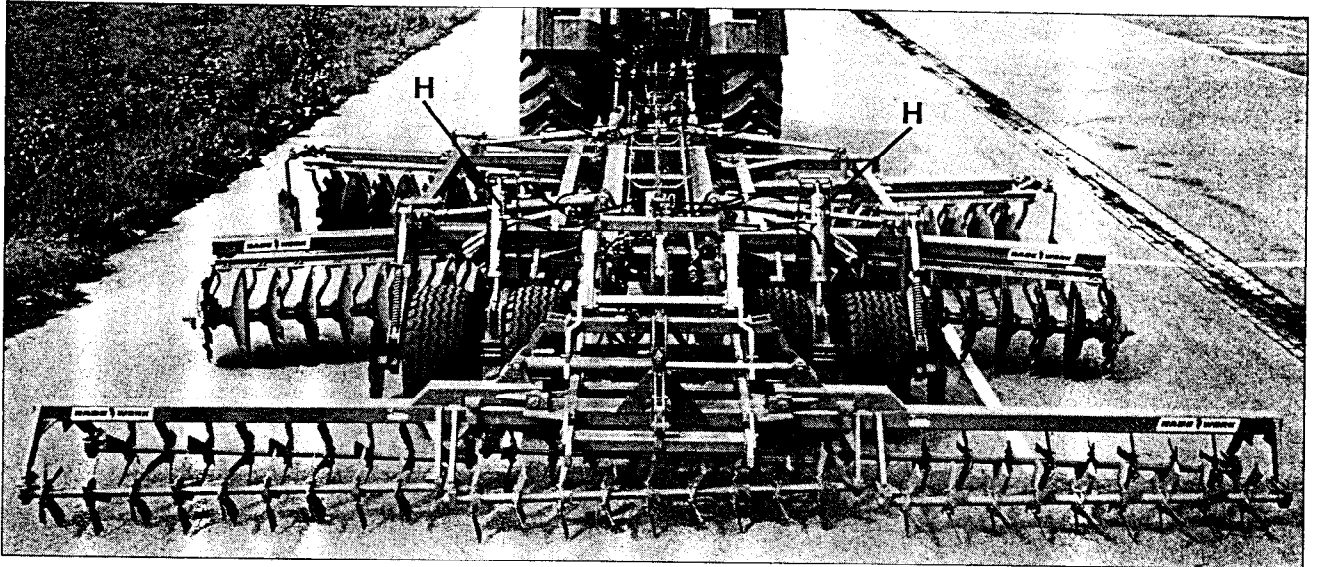
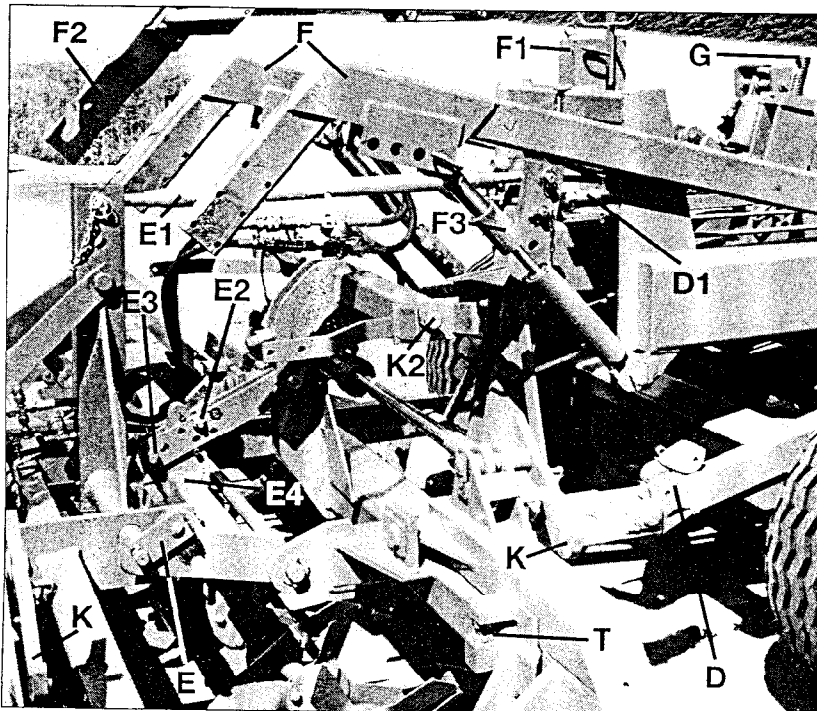
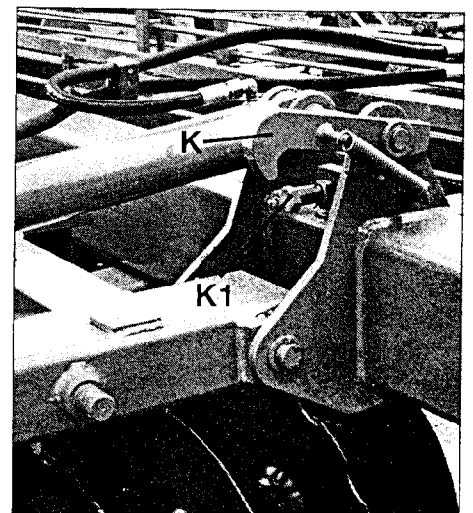
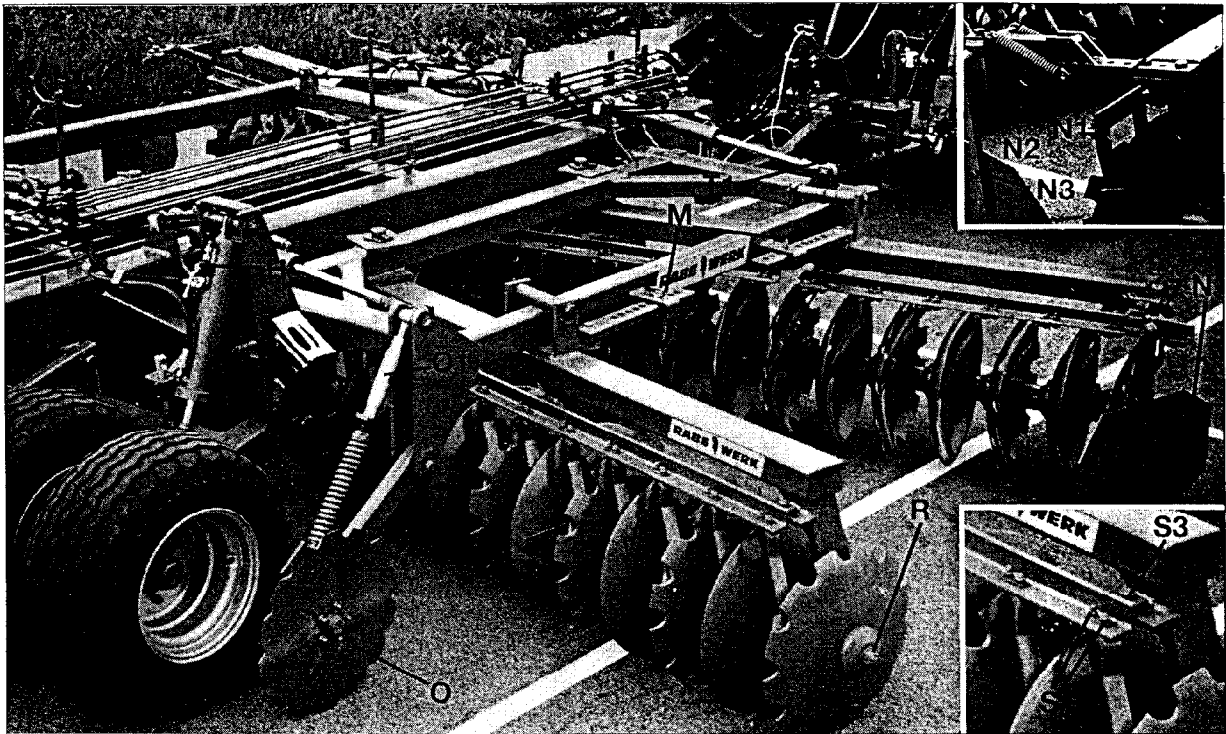

Fig. 1
Fig. 2
Fig. 5
Fig. 6
Relever le pulvérisateur (bâti horizontal): la hauteur du rotoculteur ou rouleau est réglable en **G** (fig. 2+8). Fermer les deux robinets **H** (fig. 1+8).
Relever les béquilles (**A**, fig. 3). Replier les extensions après avoir basculé les crochets (**K**, fig. 5 + 2) en position verrouillage automatique. Contrôler le bon verrouillage (régler les vis de butée en conséquence **K1**, fig. 5 et **K2**, fig. 2)
Mettre l'interrupteur électrique dans la bonne position. Donner une légère impulsion hydraulique de repliage, basculer les verrous (**K**, fig. 5 par exemple).
Fermer les robinets (**H**, fig. 6 des 2 côtés et en bout de flexibles).
- a) pulvérisateur seul (fig. 6)
- b) ... avec rotoculteur double rangée (fig. 1)
Profondeur de travail: à l'avant avec relevage en contrôle de position ou mixte, à l'arrière avec butée réglable sur chariot (L, fig. 6: 2 côtés même longueur).
Intensité du travail: plus l'angle de coupe est important, plus le travail est intensif ; réglable avec barre à trous M (fig. 6 : 2 côtés même angle)
Tôles latérales (N, fig. 6): régler l'écartement (N1), l'angle (N2) et la hauteur (N3) selon le sol, la vitesse et la profondeur de travail afin d'éviter la projection latérale de la terre.
Coutres circulaires (O, fig. 6): régler la profondeur au tirant O1 - profondeur du coutre légèrement plus importante que les disques.
Les décroisseurs se laissent réajuster simultanément en avançant la cornière **S2** (desserrer les vis **S3** - voir également fig. 6)
Positionner le châssis à l'horizontale. Si la rangée avant de l'outil a tendance à ne plus tourner ou faire effet de "bull" dans la terre légère, alors il faut légèrement relever l'avant en rallongeant le tirant 3ème point (**D1**, fig. 2 + 7).
Si l'on ne souhaite pas de report de charge, il faut positionner la broche dans les perçages **P** de sorte à servir de butée pour éviter que le bâti d'adaptation (**D**, fig. 2) ne touche le châssis du pulvérisateur lorsque le rotoculteur ou rouleau passe par-dessus un gros obstacle.
Rotoculteur et rouleau polygone (Fig. 2)
Écrous à créneaux (R, fig. 6) - remettre la goupille de verrouillage.
Régler éventuellement les butées (par exemple: K1, fig. 5 - K2, fig. 2) pour un verrouillage sûr lors du repliage en position de transport. Régler la position horizontale des extensions dépliées au niveau des vis de butée pour le rotoculteur et rouleau (T, fig. 2 par exemple) et des rotules de vérin pour le pulvérisateur T1, fig. 6 - Contrer la rotule et vérifier la longueur suffisante du pas de vis).